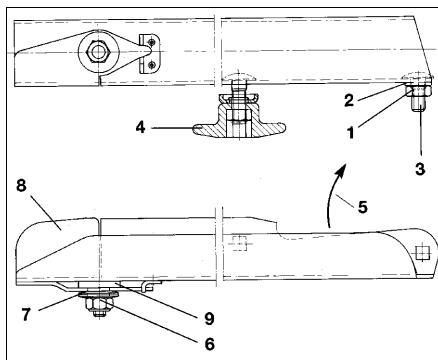

Fig. 63
- Løs muttrene med sikring (Fig. 63/1).
- Fjern stoppskiven (Fig. 63/2) og rundhodeskruen (Fig. 63/3).
- Løs vingemutteren (Fig. 63/4) og skift ut spredevingen.
- Trekk til muttrene med selvsikring (Fig. 63/1) slik at det går an å dreie spredevingene med håndmakt.
Pass på at spredevingene blir montert riktig. Den åpne siden på den U-formede spredevingen skal peke i rotasjonsretningen (Fig. 63/5).